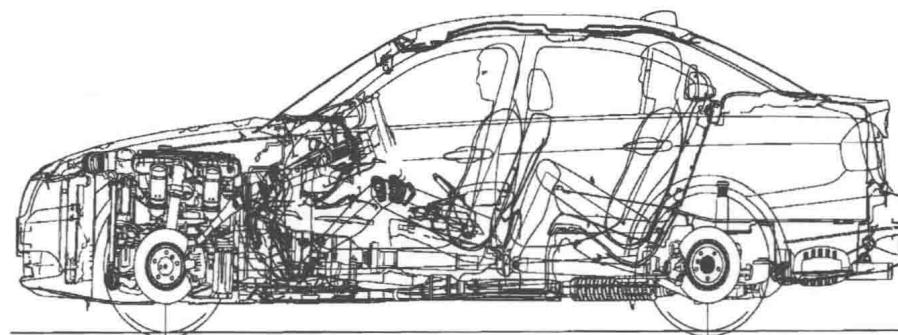

图 1-6 宝马 3 系中级车
3) 中级车。图 1-6 所示为宝马 (BMW) 3 系中级车。